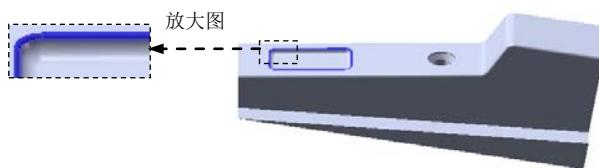

图 16.5.20 圆角6
Step12. 创建图 16.5.20 所示的圆角6。
(1) 选择命令。选择下拉菜单 **插入(I)** \rightarrow **特征(E)** \rightarrow **圆角(U)...** 命令（或单击  按钮），系统弹出“圆角”对话框。